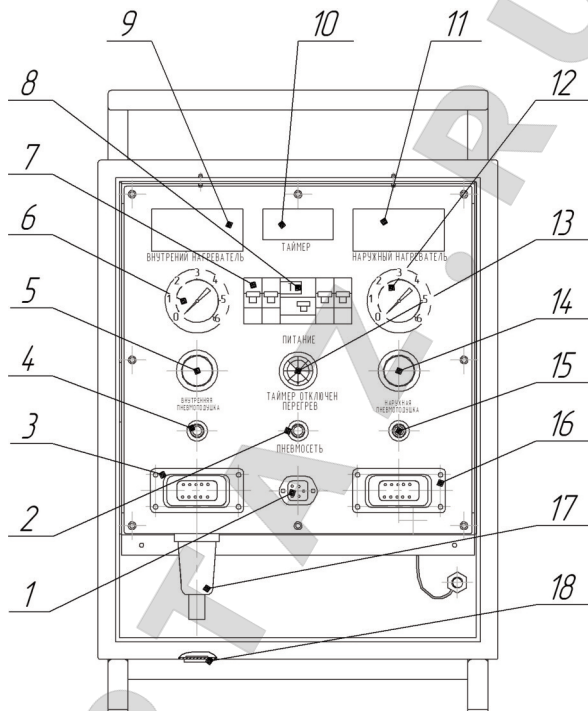

рис. 7 Лицевая панель пульта управления
В конструкцию пульта управления введен фильтр для защиты элементов пневмосистемы от мелких частиц, влаги и масла (см. рис. 7 стр. 10). Слив конденсата производится через клапан. Очистка фильтра производится путем разбора пластмассового стакана.
- Включить дифференциальный автомат "ПИТАНИЕ" (см. Рис. 7), при этом загорится сигнальная лампа "ТАЙМЕР ОТКЛЮЧЕН; ПЕРЕГРЕВ". "АВТОМАТ ЗАЩИТЫ НАРУЖНОГО НАГРЕВАТЕЛЯ", "АВТОМАТ ЗАЩИТЫ ВНУТРЕННЕГО НАГРЕВАТЕЛЯ", "ГЛАВНЫЙ ДИФФЕРЕНЦИАЛЬНЫЙ АВТОМАТ" должны быть включены.